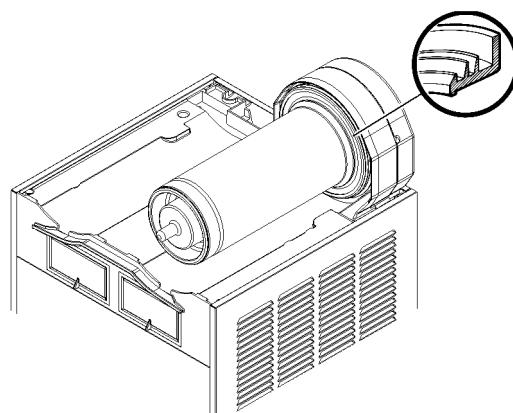

**figure 12**
**2** Lubrifier le piston du robinet et le rotor magnétique extérieur (aux points A, B et C indiqués en figure 12) en utilisant uniquement la graisse fournie par le fabricant ou d'autres graisses à usage alimentaire.